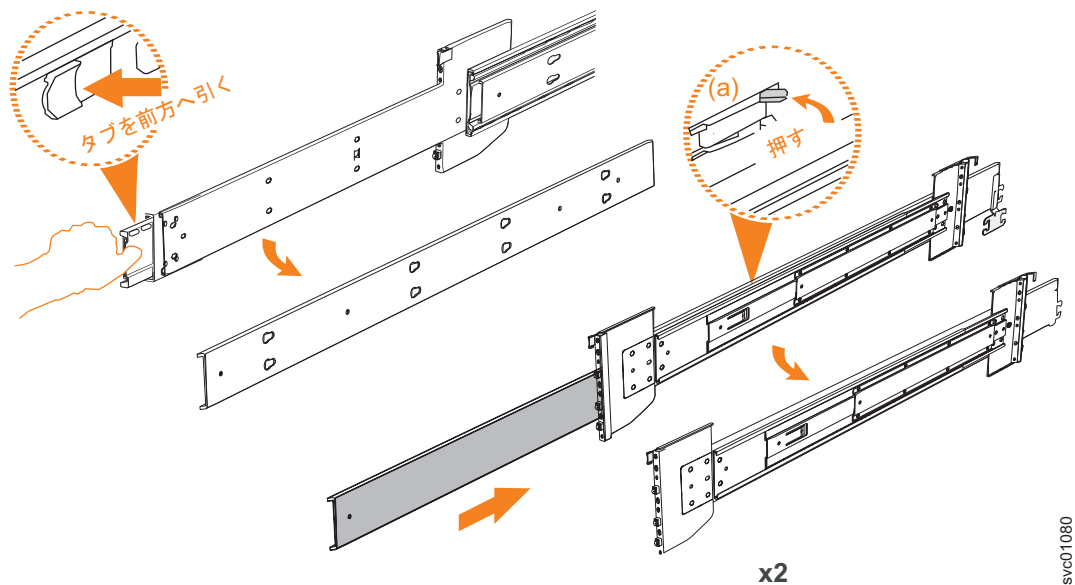

図 37. レールの内部セクションの切り離し
3. レールの内部メンバーを取り外します。タブ (**a**) を押し、中央のレール・メンバーをスライドさせて戻します (55 ページの図 37 を参照)。